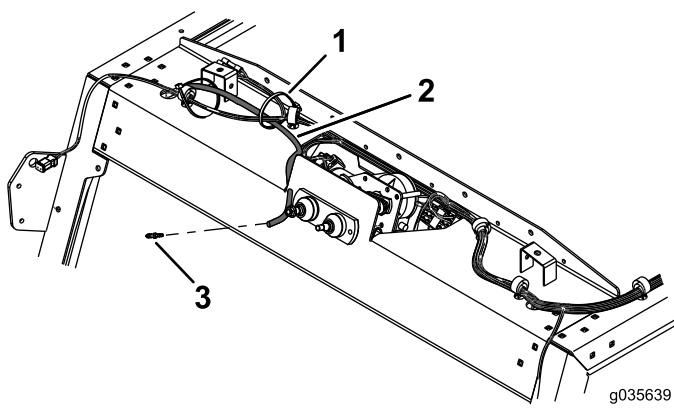
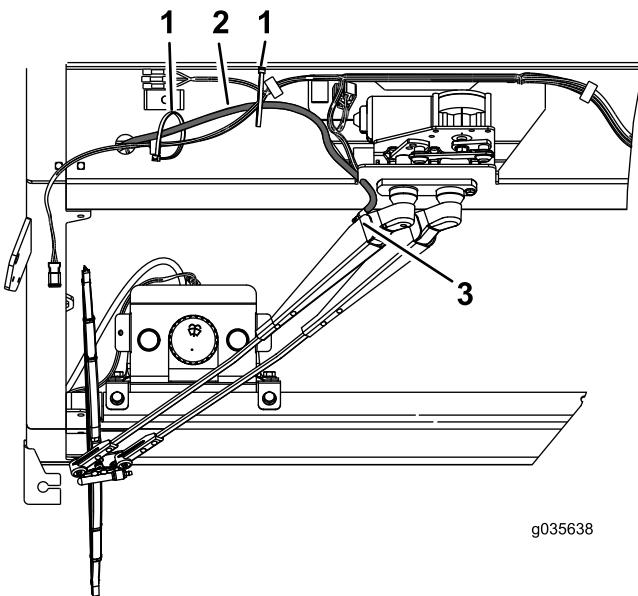

Figure 10
Figure 11
- 7. Insérez l'embout cannelé dans le flexible sur le moteur de la pompe et reliez-le au bras d'essuie-glace (Figure 10 et Figure 11).
- 8. Attachez le flexible au faisceau de câblage à l'aide des serre-câbles, comme montré à la Figure 11.